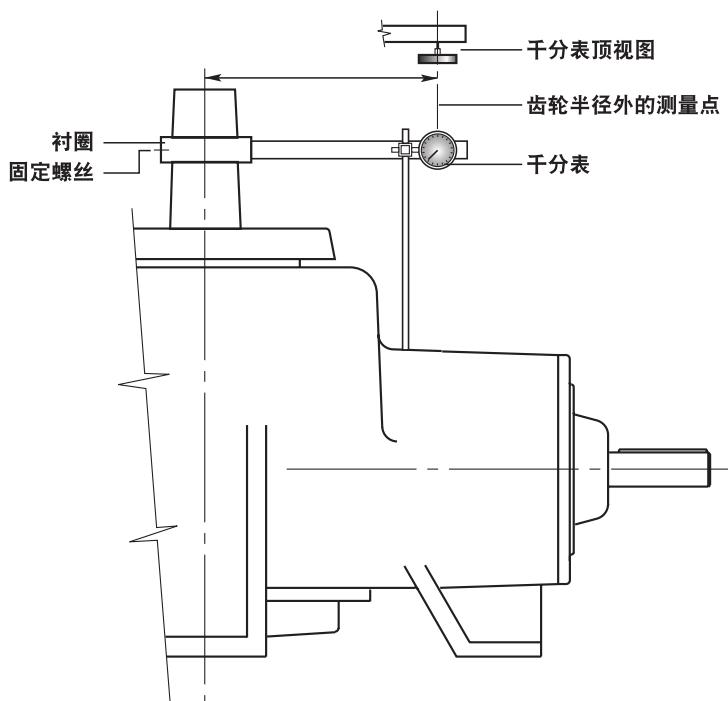

图 5 齿轮间隙测量
在小齿轮上有“X”标记的轮齿落位于环形齿轮上的两个“X”标记轮齿之间后，请使用千分表检查间隙，如图 5 所示。锁定小齿轮轴，以防止旋转。以相当于环形齿轮外半径的距离测量的风扇轴移动量就是间隙大小。所有齿轮比例的间隙应该在 0.007 到 0.014 英寸 (0.18 到 0.36 毫米) 之间。有“X”标记的轮齿相互啮合后，间隙应大约等于所允许范围的中间值。检查环形齿轮上其他三个点上的间隙，以确保间隙处于指定限制值之内。通过除去或添加底部轴承盖上的垫片 (420) 轴向调整环形齿轮。